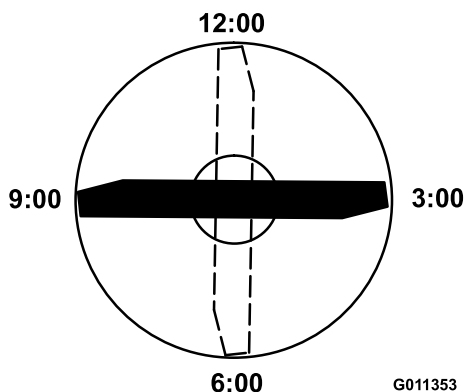

Figura 14
4. Posicione a extremidade de corte da extremidade marcada da lâmina nas 12 horas (a direito na direção do corte) (Figura 14) e meça a altura da mesa à extremidade de corte da lâmina.
5. Rode a extremidade marcada da lâmina para as posições das 3 horas e das 9 horas (Figura 14) e meça as alturas.